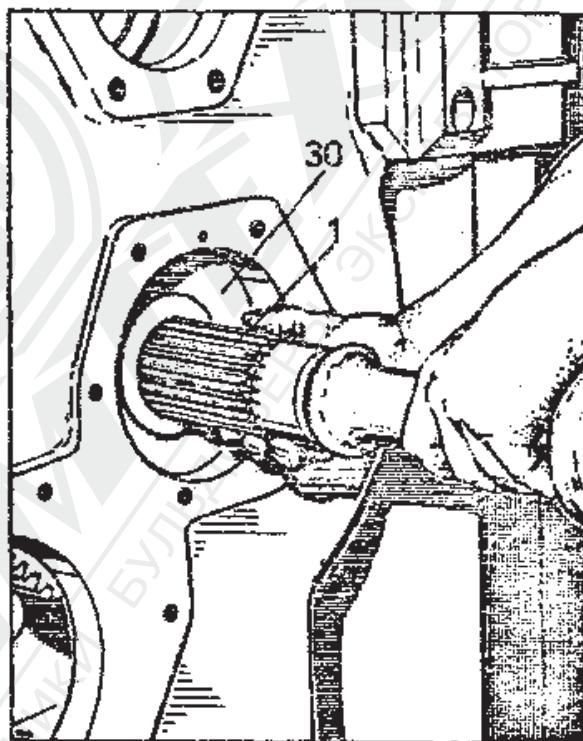

Рис. 2-47. Вдавливание гильзы 23 в кольцо бочкообразного роликоподшипника 22217 Mc-2 /28/
12. Вложить в отверстие корпуса со стороны муфты гильзу 23, переложить через отверстие зубчатого колеса 26 и вдавить конец гильзы в кольцо бочкообразного роликоподшипника 222Х3-Мс2 /поз. 24/ в зубчатом колесе 27 /рис. 2-47/.
8. Вложить в отверстие корпуса со стороны муфт гильзу 23, просунуть через отверстие зубчатого колеса 26 и вдавить конец гильзы в бочкообразный роликоподшипник 24 посаженный в корпусе, как на рис. 2-47.